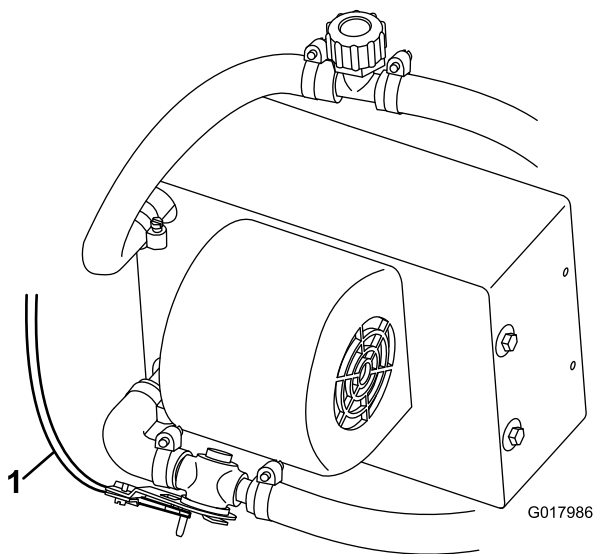

図 6
8. ヒーターコントロールケーブルを、ヒーターバルブに接続する 図 6。